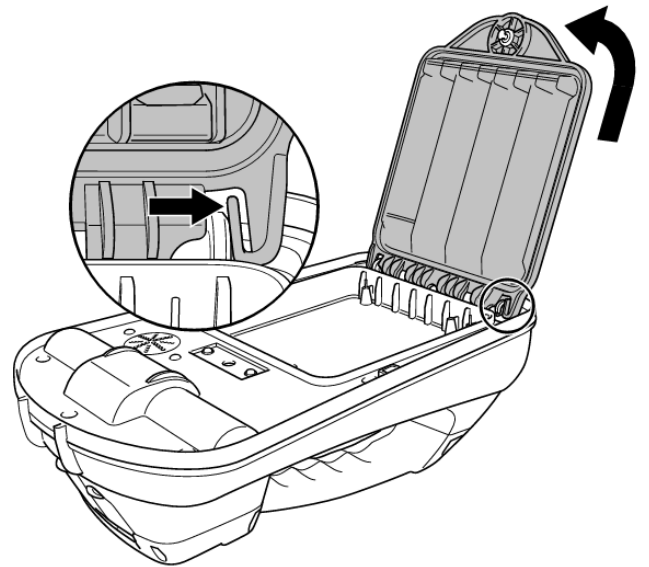

図 4.10: リリースキャッチを押して電池パックを持ち上げて外す
- 3 押さえ用キャッチ (fig 4.10) を優しく押して解放し、それから電池パックを持ち上げて外します。